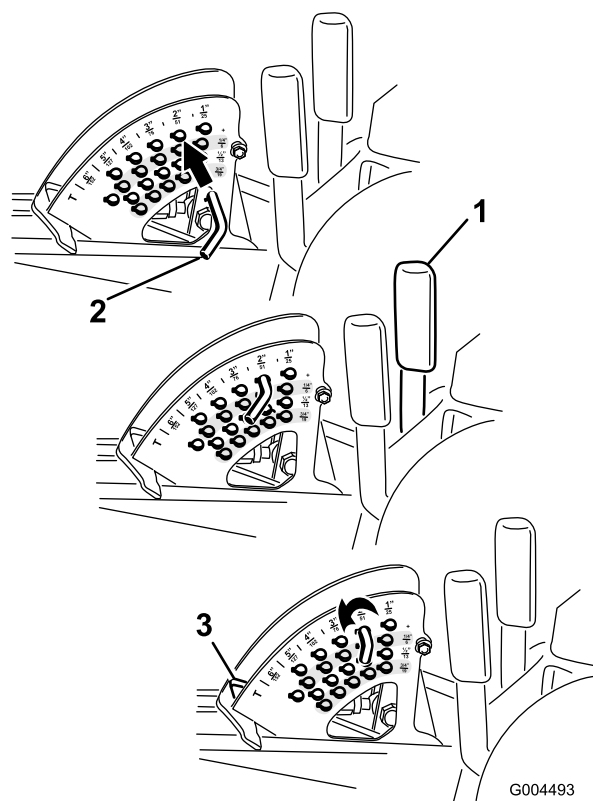

Figura 24
Nota: Para bloquear a plataforma do cortador numa posição elevada, levante a plataforma passando a posição de 15 cm, retire o pino de bloqueio da altura de corte (consulte Ajustar a Altura de Corte), e coloque o pino na posição da altura de corte de 15 cm (Figura 24).
1. Com o motor a trabalhar empurre para trás a alavanca de elevação da plataforma até que a plataforma de corte esteja completamente levantada e **solte imediatamente a alavanca** (Figura 24).
2. Para ajustar, rode o pino de bloqueio até que o pino do mesmo fique alinhado com as ranhuras nos orifícios no suporte da altura de corte e remova-o (Figura 24).
3. Seleccione um orifício, no suporte da altura de corte, que corresponda a altura de corte desejada, insira o pino e rode-o para o bloquear no lugar (Figura 24).
Nota: Existem duas filas de posições de orifícios (Figura 24). A fila de cima dá-lhe a altura de corte listada por cima do pino. A segunda fila dá-lhe a altura de corte listada mais 6 mm. A terceira fila dá-lhe a altura de corte listada mais 12 mm. A fila de baixo dá-lhe a altura de corte listada mais 18 mm. Para a posição de 15,8 cm só existe um orifício, colocado na segunda fila. Isto não acrescenta 6 mm à posição de 15,8 cm.